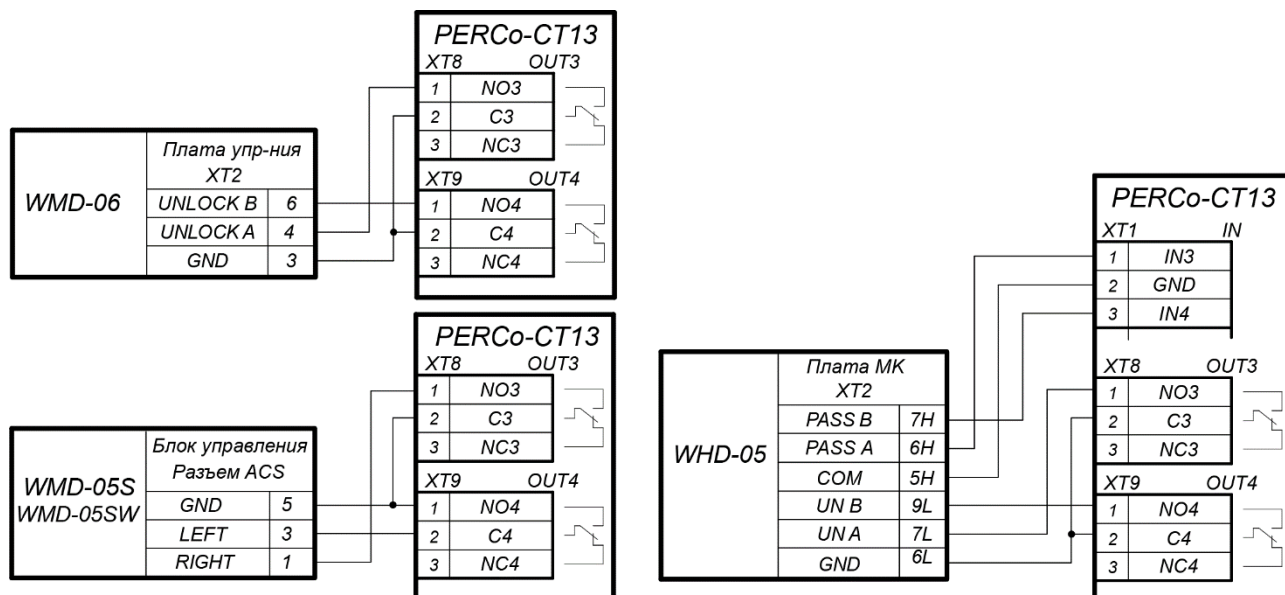

Рисунок 19. Схемы подключений калиток
2. Типовые схемы подключения ИУ АТП представлены на рис. 19.